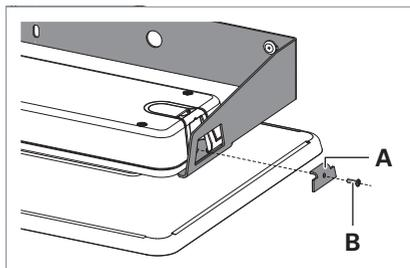

Fig. 7: Atornillamiento de las escuadras en el soporte para la pared.
- ▶ Atornille la escuadra **A** con el tornillo **B** en el soporte para la pared, véase Fig. 7.